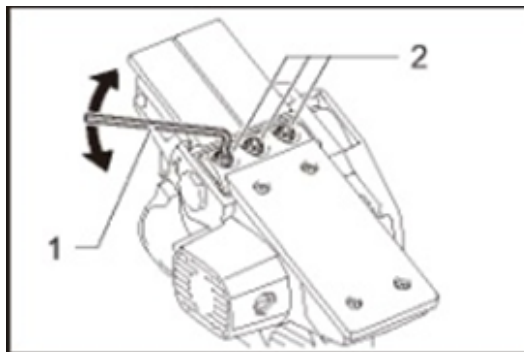

Рисунок 2. Схема заміна лез ножового блоку.
Послабити ключем (1, рис. 2) гвинти (2, рис. 2) фіксації леза у барабані, після цього витягнути планку фіксації і лезо із паза барабана (рис. 2).
3. Після регулювання положення лез зафіксувати їх за допомогою гвинтів (2, Рис. 2).